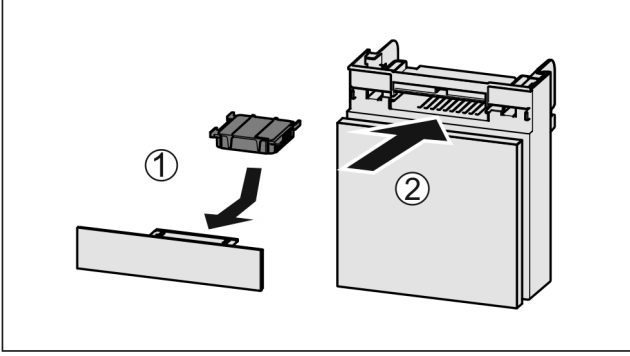

Fig. 34
- ▶ Aktif karbon filtresini şekildeki gibi yerleştirin Fig. 34 (1).
- ▶ Rafı içeri itin Fig. 34 (2).